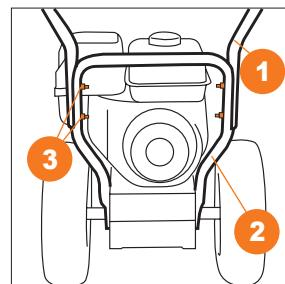

Рис. 3
- Соедините панель оператора 1 с нижней частью рукоятки 2 с помощью четырех болтов, шайб и гаек 3 (Рис. 3).